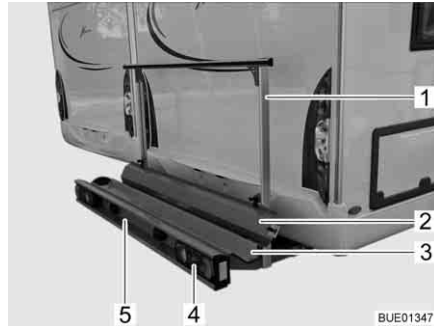
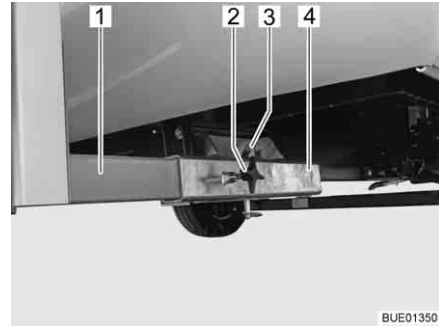

Bild 5 Lasthållare
Bild 6 Fäste på fordonet
Lasthållaren (Bild 5) är avsedd för en motorcykel eller en moped med en vikt på upp till 130 kg.
- Bärplatta (Bild 5,3) och hållbygel (Bild 5,1) med fäste på fordonet (Bild 6)
- Bakljus (Bild 5,4)
- Nummerplåtsbelysning (Bild 5,5)
- Uppkörningsskena (Bild 5,2)
Lasthållarens två längsgående balkar (Bild 6,1) fixeras med vingskruvar (Bild 6,2) i fyrkantfästena (Bild 6,4) i fordonsgolvet. Lasthållaren säkras med en sprint (Bild 6,3) med låsring.